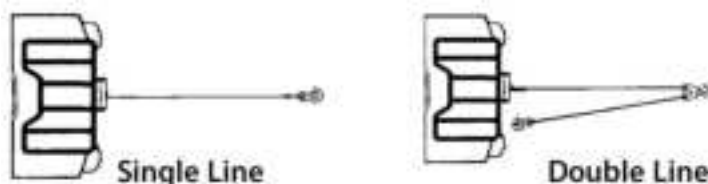

Figura 1.
1. La capacità di carico di lavoro massima si trova sullo strato di fune metallica più vicino al tamburo. **NON SOVRACCARICARE. NON TENTARE TIRI PROLUNGATI CON CARICHI PESANTI.** I sovraccarichi possono danneggiare il verricello e/o la fune metallica e creare condizioni operative non sicure. **PER CARICHI SUPERIORI A 1/2 DELLA CAPACITÀ NOMINALE, RACCOMANDIAMO L'USO DEL BOZZELLO DI TRAINO OPZIONALE PER DOPPIO TENTATIVO DELLA FUNE METALLICA (Figura 1).** Ciò riduce il carico sul verricello e la sollecitazione sulla fune metallica di circa il 50%. Fissare il gancio alla parte portante del carico. Il motore del veicolo deve essere acceso durante il funzionamento del verricello. Se si esegue un sollevamento considerevole a motore spento, la batteria potrebbe essere troppo scarica per riavviare il motore.
Sebbene la posizione di montaggio sia a vostra discrezione, ricordate sempre che il verricello deve essere azionato con la fune metallica rivolta verso il basso sul tamburo (Figura 1). Il verricello è progettato per l'AVVOLGIMENTO E L'AVVOLGIMENTO in una sola direzione. Non tentate di invertire il funzionamento del verricello.